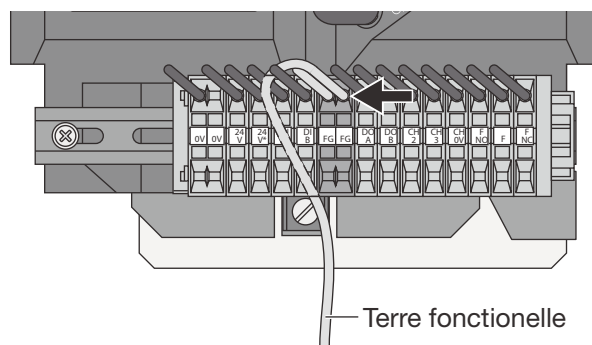
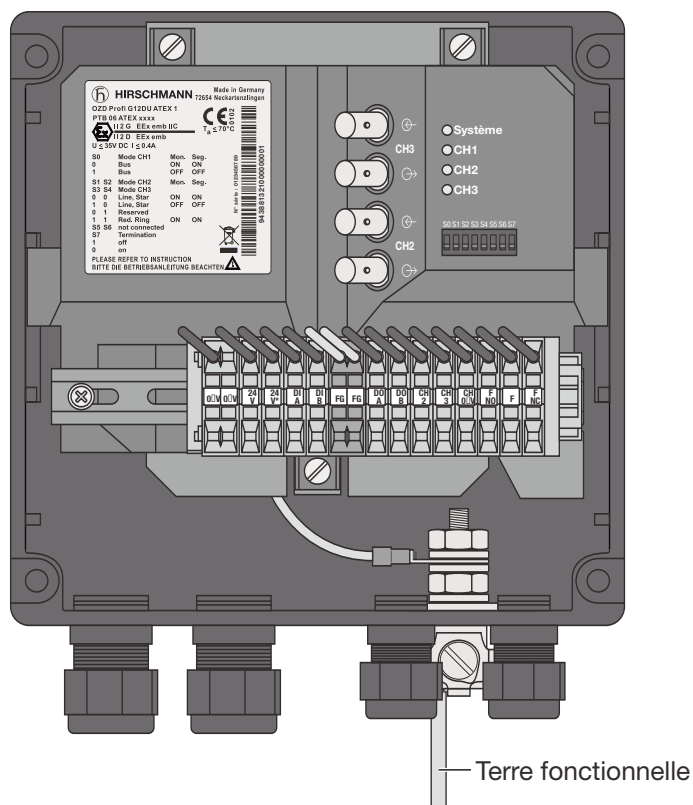

Fig. 24 : Bornier - Raccordement de la terre fonctionnelle pour OZD Profi G12DU ATEX 1
Fig. 25 : Raccordement de la terre fonctionnelle pour OZD Profi G12DK ATEX 1 (OZD Profi ... DE ... : similaire)
Remarque : Les bornes sont raccordées à une borne accessible de l'extérieur pour le OZD Profi ... DK ... et le OZD Profi ... DE.... (voir la figure 25).
- ▶ Raccordez le câble de la terre fonctionnelle au bornier dans le cas du OZD Profi ... DK ... (voir la figure 24), à la borne accessible de l'extérieur dans le cas du OZD Profi G12DK ATEX 1 et du OZD Profi G12DU ATEX 1 (voir la figure 25).